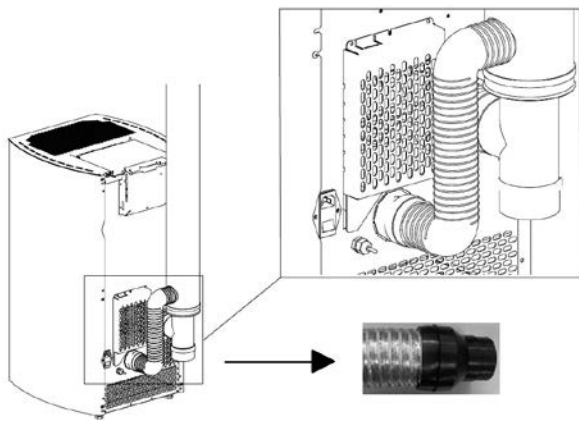
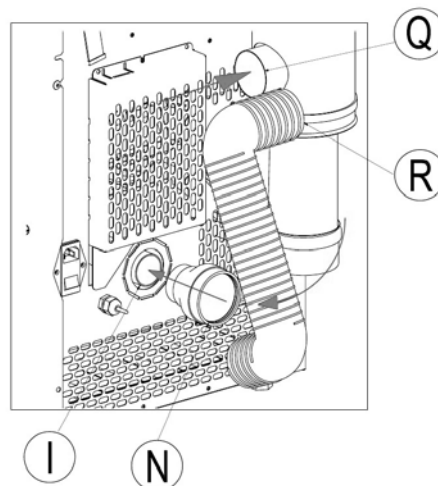

Fig. 15 - Tuyau flexible
Fig. 16 - Branchements
- En ce qui concerne les BRANCHEMENTS, voir **Fig. 15** et **Fig. 16** à la page suivante.
ATTENTION AU VENT DOMINANT ! Le tirage « naturel » de votre conduit de fumée qui a été consolidé/confirmé par le ramoneur reste sujet aux variations climatiques, comme par exemple Fig. 15 le vent (dominant) qui ajoute ou enlève du tirage au conduit. Par conséquent, ces variations peuvent causer des alarmes de dépression de la part du logiciel du poêle (voir le chapitre dédié aux alarmes).
LÉGENDE	Fig. 15 - Fig. 16